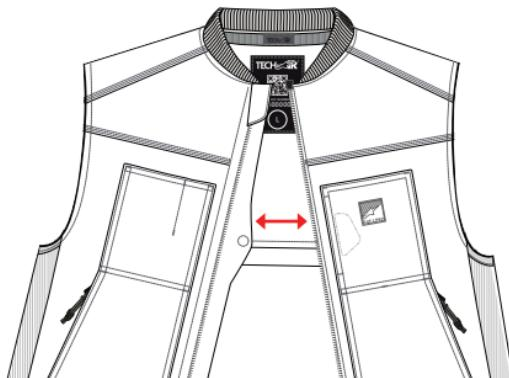

图 10
如图 10 所示，保持激活拉链 (1) 打开，以关闭系统。在储存、运输或发货时，请始终保持系统处于此状态（参见第 14 节 “清洁、储存和运输”）。